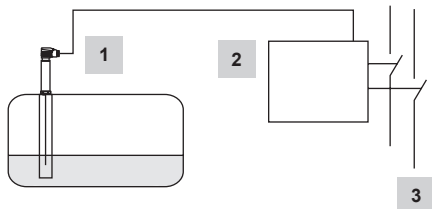

Abb. 8
- Abb. 8** Kombination aus 2 Niveauelektroden LP40 und 1 Niveauschalter LCS3050 als Wasserstandsbegrenzer. Der Niveauschalter öffnet zwei getrennte Sicherheitskreise. Funktionale Sicherheit IEC 61508, SIL 3. Weitere Anwendungen in Übereinstimmung mit nationalen Bestimmungen